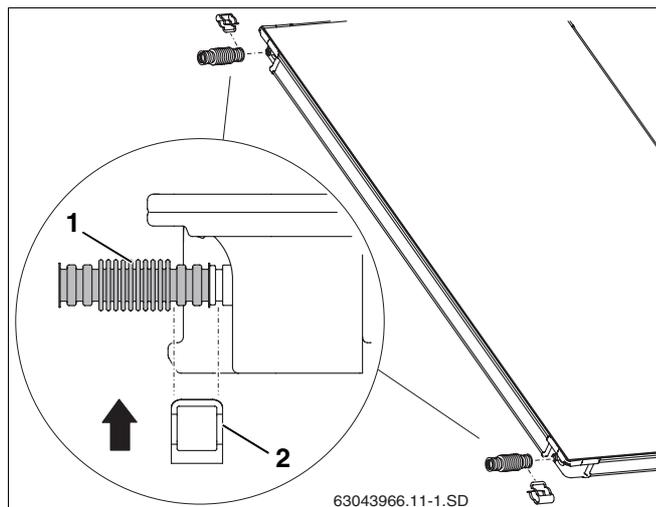

Fig. 25 Montaggio del raccordo per tubo ondulato sul primo collettore
- Applicare i raccordi per tubo ondulato (fig. 25, **pos. 1**) sugli attacchi di sinistra del primo collettore.
- Far scorrere la graffa (fig. 25, **pos. 2**), prevista per la messa in sicurezza dell'attacco, sul raccordo per tubo ondulato fino all'attacco del collettore.